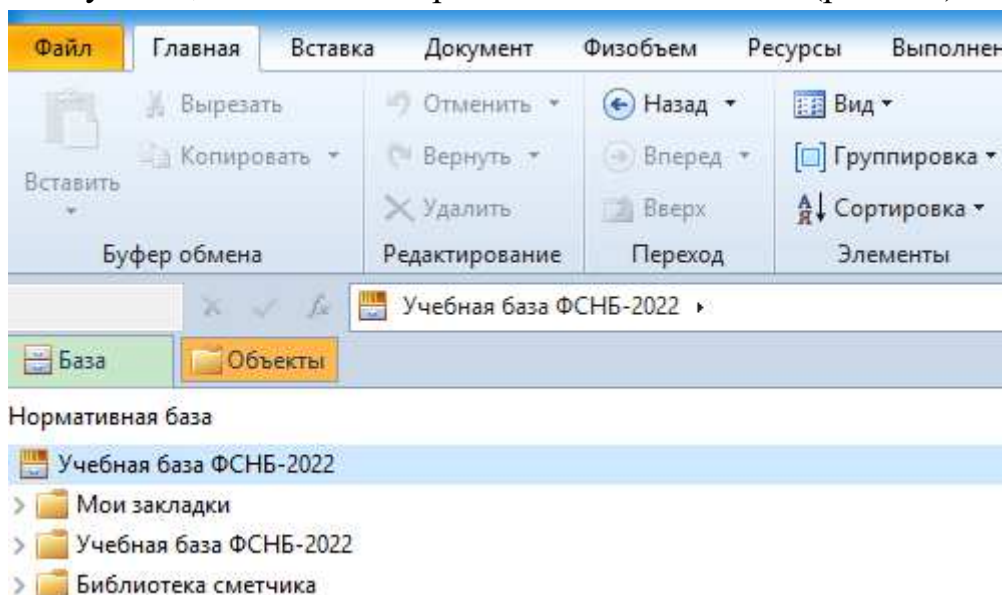

Рисунок 3.1. Открытие учебной базы
- Во вкладке **Главная** (или любой другой, за исключением **Файл**) нажмите кнопку **База**, появится содержимое **Учебной базы** (рис. 3.1).